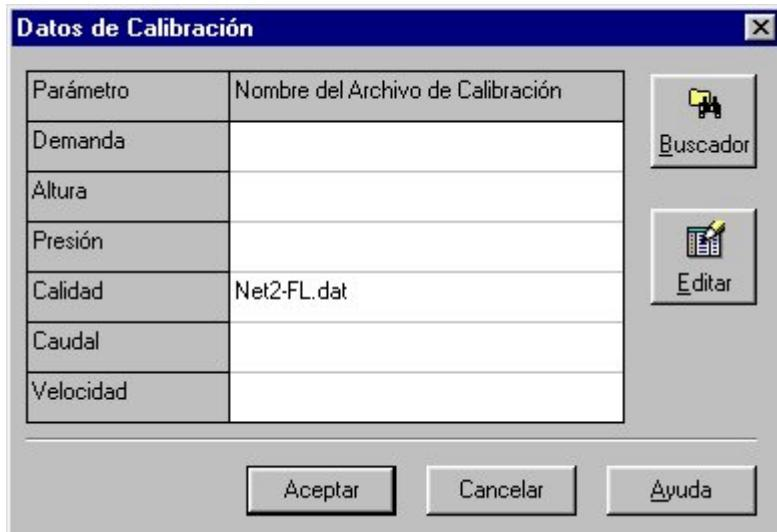

Figura 5.3 Cuadro de Diálogo de Datos de Calibración.
2. En el cuadro de diálogo que se muestra en la Figura 5.3, presione en la caja al lado del parámetro cuyos datos de calibración desea introducir.
6. Presione **Aceptar** (OK) para aceptar los nuevos parámetros.